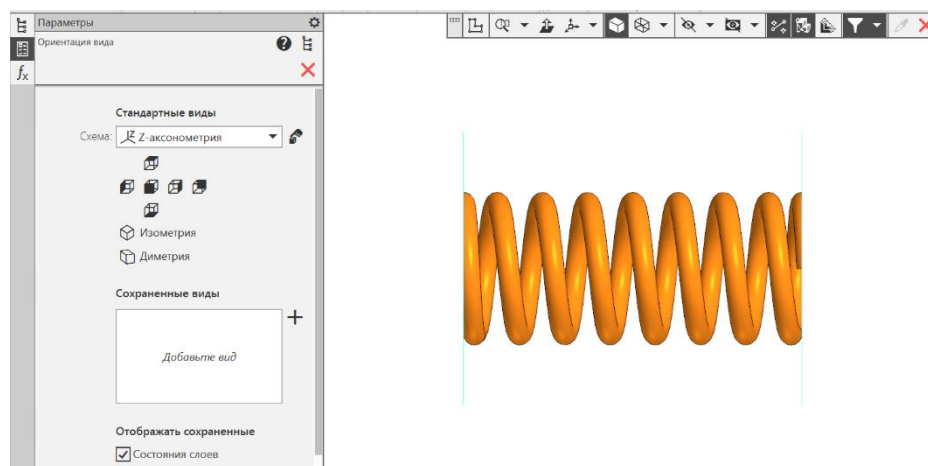

Рис. 6 Выбор ориентации пружины
- Панель быстрого доступа – Ориентация – Настройка (рис. 6).